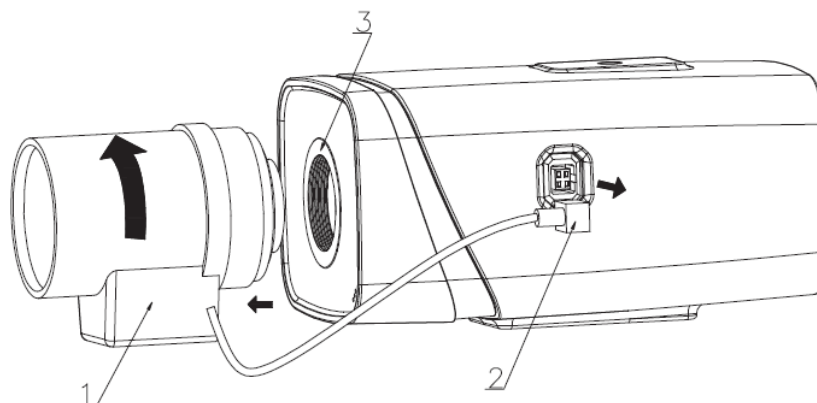

Рисунок 5.4 – Отсоединение объектива
5.2.1 Поверните объектив против часовой стрелки и отсоедините его от камеры (рис.5.4).
5.2.2 Отсоедините кабель автоматической регулировки диафрагмы (рис.5.4).